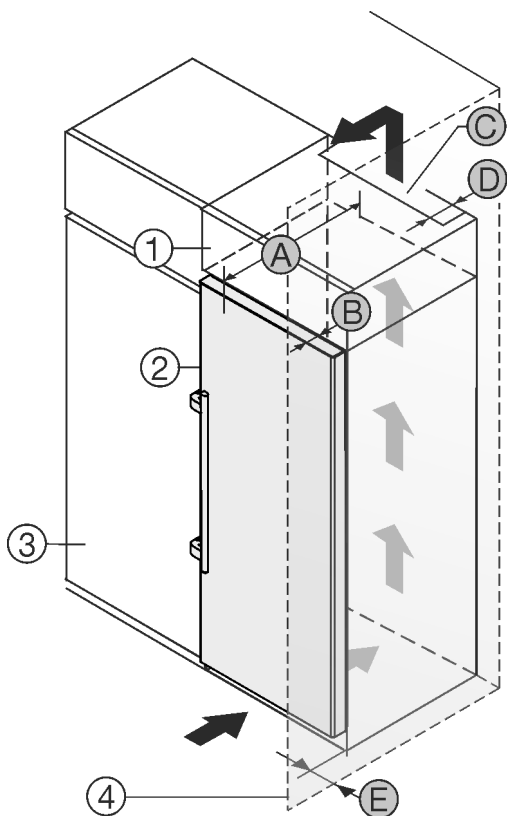

Fig. 2
- (1) Överskåp *
- (2) Skåp *
- (3) Köksskåp *
- (4) Vägg *
- (A) Skåpets djup *
- (B) Dörrens djup *
- (C) Ventilationsarea *
- (D) Avstånd, skåpets baksida *
- (E) Avstånd till skåpets sida *
Du kan ställa apparaten direkt bredvid köksskåpet Fig. 2 (3).
Bakom överskåpet måste det finnas en luftspalt med djupet Fig. 2 (D) längs hela överskåpets bredd.*
Under taket måste angiven ventilationsprofil Fig. 2 (C) följas.*
Om du placerar apparaten med gångjärnen bredvid en vägg Fig. 2 (4) måste avståndet mellan apparaten och väggen vara minst 57 mm . Detta motsvarar hur mycket handtaget sticker ut med öppen dörr.*
För att dörren ska kunna öppnas helt måste apparaten sticka ut från köksskåpets front med samma mått som dörrens djup Fig. 2 (B). Beroende på köksskåpens Fig. 2 (3) djup och om väggavståndshållare används kan skåpet skjuta ut ännu mer.*